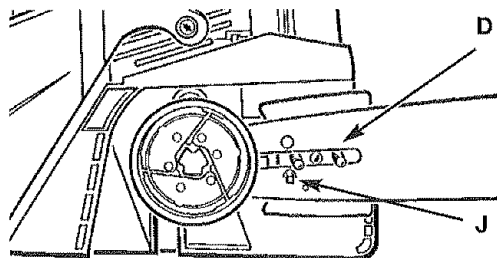

Fig. 23
3. Deslice la barra de los dos cerrojos de la barra (D, Fig. 23) y quite cadena.
3. Coloque el extremo estriado de la barra sobre las dos tuercas (D, Fig. 23). Asegúrese de que la lengüeta de ajuste (J, Fig. 23) se encuentra debajo del orificio de ajuste.